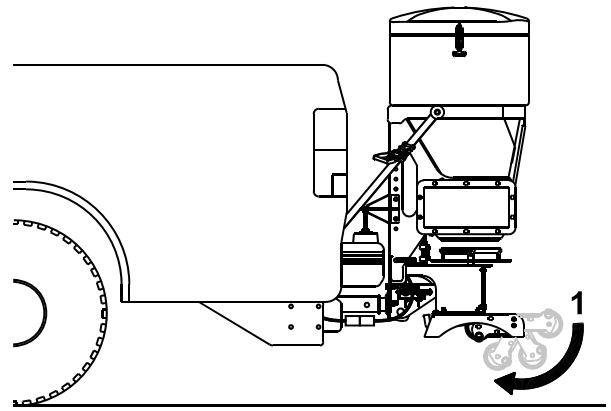

图 22
8. 站在支腿总成轮上旋转它们并将其收藏在支腿总成下图 22。